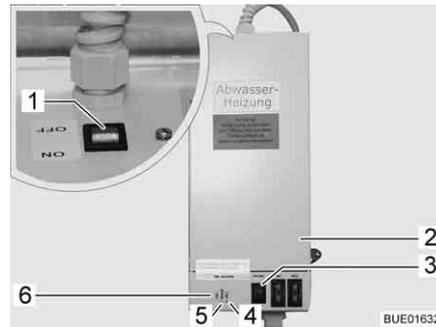

Fig. 234 Trasformatore con apparecchio di regolazione
Il trasformatore 230 V AC/12 V DC (Fig. 234,2) è montato, a seconda del modello, nell'armadio guardaroba o nella cassapanca della dinette.
- La spia di controllo (Fig. 234,5) diventa verde: Regolatore in funzione.
- Le spie di controllo (Fig. 234,4 e 6) diventano rosse: Le tubazioni delle acque grigie vengono riscaldate.
Nell'involucro è incorporato un pulsante di prova (Fig. 234,3) che consente di mettere in funzione brevemente l'apparecchio di regolazione. La pressione sul pulsante di prova consente di testare il funzionamento del riscaldamento anche quando la temperatura ambiente è superiore a 5 °C.
- Posizionare su "ON" l'interruttore (Fig. 234,1) sul trasformatore (Fig. 234,2).
- Posizionare su "OFF" l'interruttore (Fig. 234,1) sul trasformatore (Fig. 234,2).